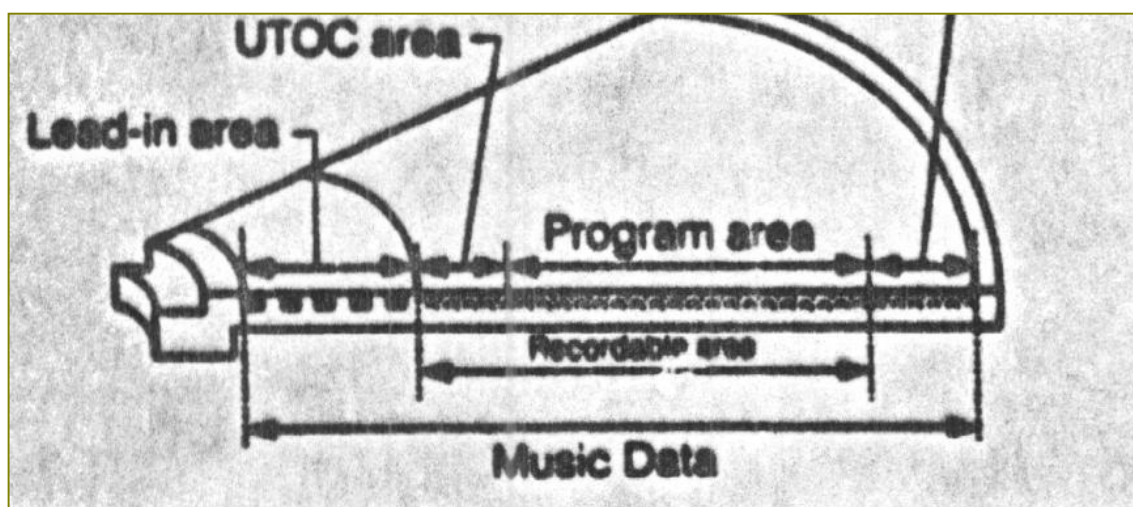

Figura 5.2 Estructura de distribución de los datos en el minidisc
Los minidisc grabables son un tipo pregrabado que emplean la tecnología magneto-óptica (MO). Podemos observar en la figura 5.2 la distribución del disco, explicada anteriormente.